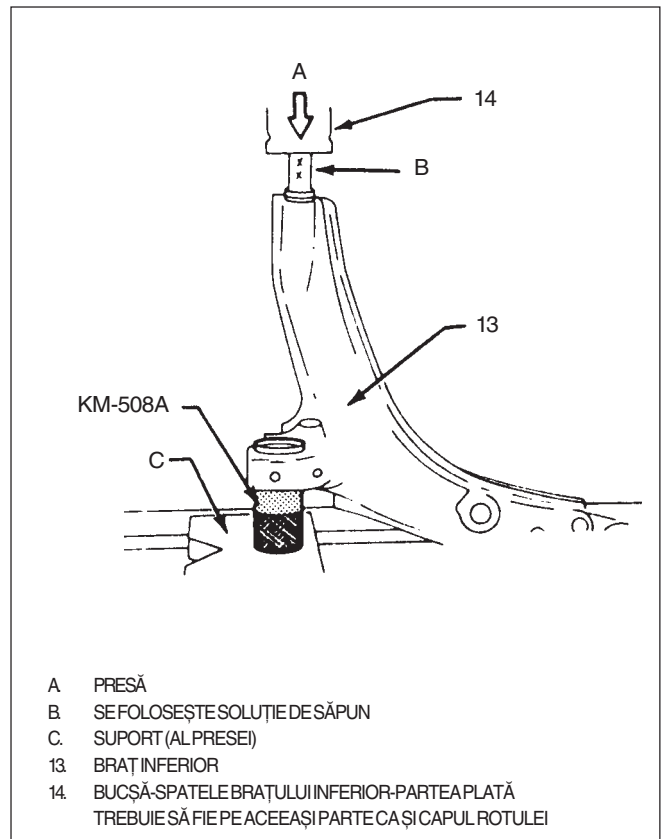

Fig. 33 Montarea bucșei din spate a brațului inferior
Se acoperă axul din spate al brațului inferior cu o soluție de săpun, și se presează bucșa pe ax. Partea plată a bucșei (14) trebuie să fie în sus, ca și capul rotulei. Vezi Fig. 33.